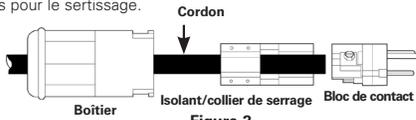

Figure 2
2. Faire glisser le boîtier sur le cordon. Desserrer les quatre vis du collier de serrage et faire glisser l'isolant sur le cordon (voir la figure 2). Déplacer le boîtier et l'isolant pour les éloigner de l'extrémité du cordon de façon à travailler librement sur celle-ci pour préparer les conducteurs pour le sertissage.